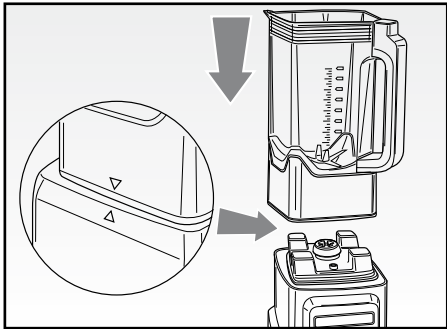
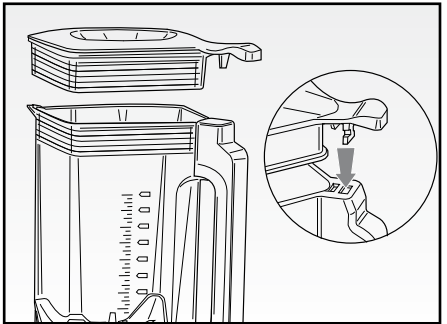

Fig. 2
Fig. 3
- Posizionare la tazza (C) sul corpo motore (E), sempre col manico nella posizione mostrata in fig. 2, facendo combaciare la freccia posta sul lato della tazza con quella posta sul corpo motore.
- Tagliare frutta e verdura in piccoli pezzi ed inserirli nella tazza (C) aggiungendo acqua o latte. Gli ingredienti liquidi non devono superare i 1200 ml.
- Posizionare il coperchio (B) sopra la tazza (C) in modo che il gancio del coperchio si inserisca nel manico della tazza e premerlo leggermente verso il basso fino a bloccarlo (Fig. 3).